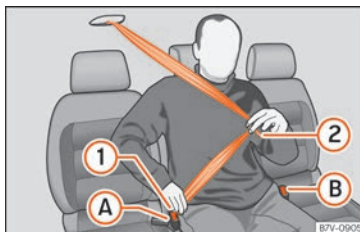

Fig. 91 Abrocharse el cinturón del asiento central de la segunda fila.
- Tire hacia abajo de la cinta del cinturón por la lengüeta de cierre »» fig. 91 . No doble el cinturón al hacerlo »» .
- Pase la cinta del cinturón por la región pélvica del ocupante tirando de la lengüeta de cierre »» fig. 91 .
- Presione la tecla roja en el cierre »» fig. 91 . La lengüeta saltará del cierre.